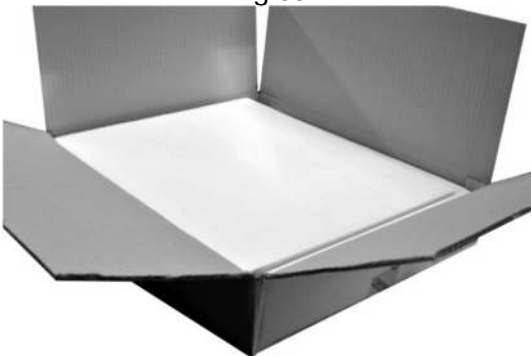

Fig.41
3. Coger la caja que contiene las baldas (Fig. 41).